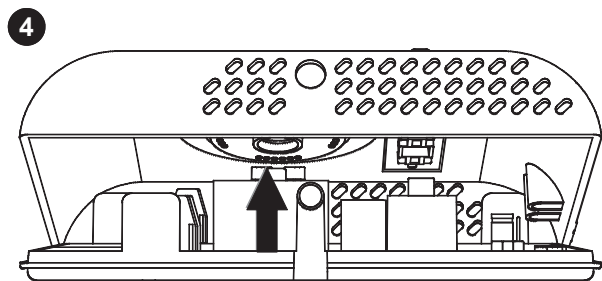

Fig. 5 - Abb. 5
2. Posicionar los interruptores de corredera como se indica en el ejemplo de Fig. 6 (**B**). De este modo el campo de rotación estará reducido como en el arco indicado en **F** de Fig. 5.
- Tourner la calotte en exerçant une légère pression jusqu'à l'extraire complètement (Fig. 5).
2. Positionner les cavaliers mécaniques comme indiqué dans l'exemple de la Fig. 6 (E). De cette façon, le champ de rotation est réduit comme dans l'arc indiqué au point F de la Fig. 5.
- Drehen Sie nun den Deckel nach oben, um diesen vollständig zu entfernen (Abb. 5).
Mit Hilfe der Pins schränken Sie den Drehwinkel des Knopfes ein, wie in Abb. 5 dargestellt.